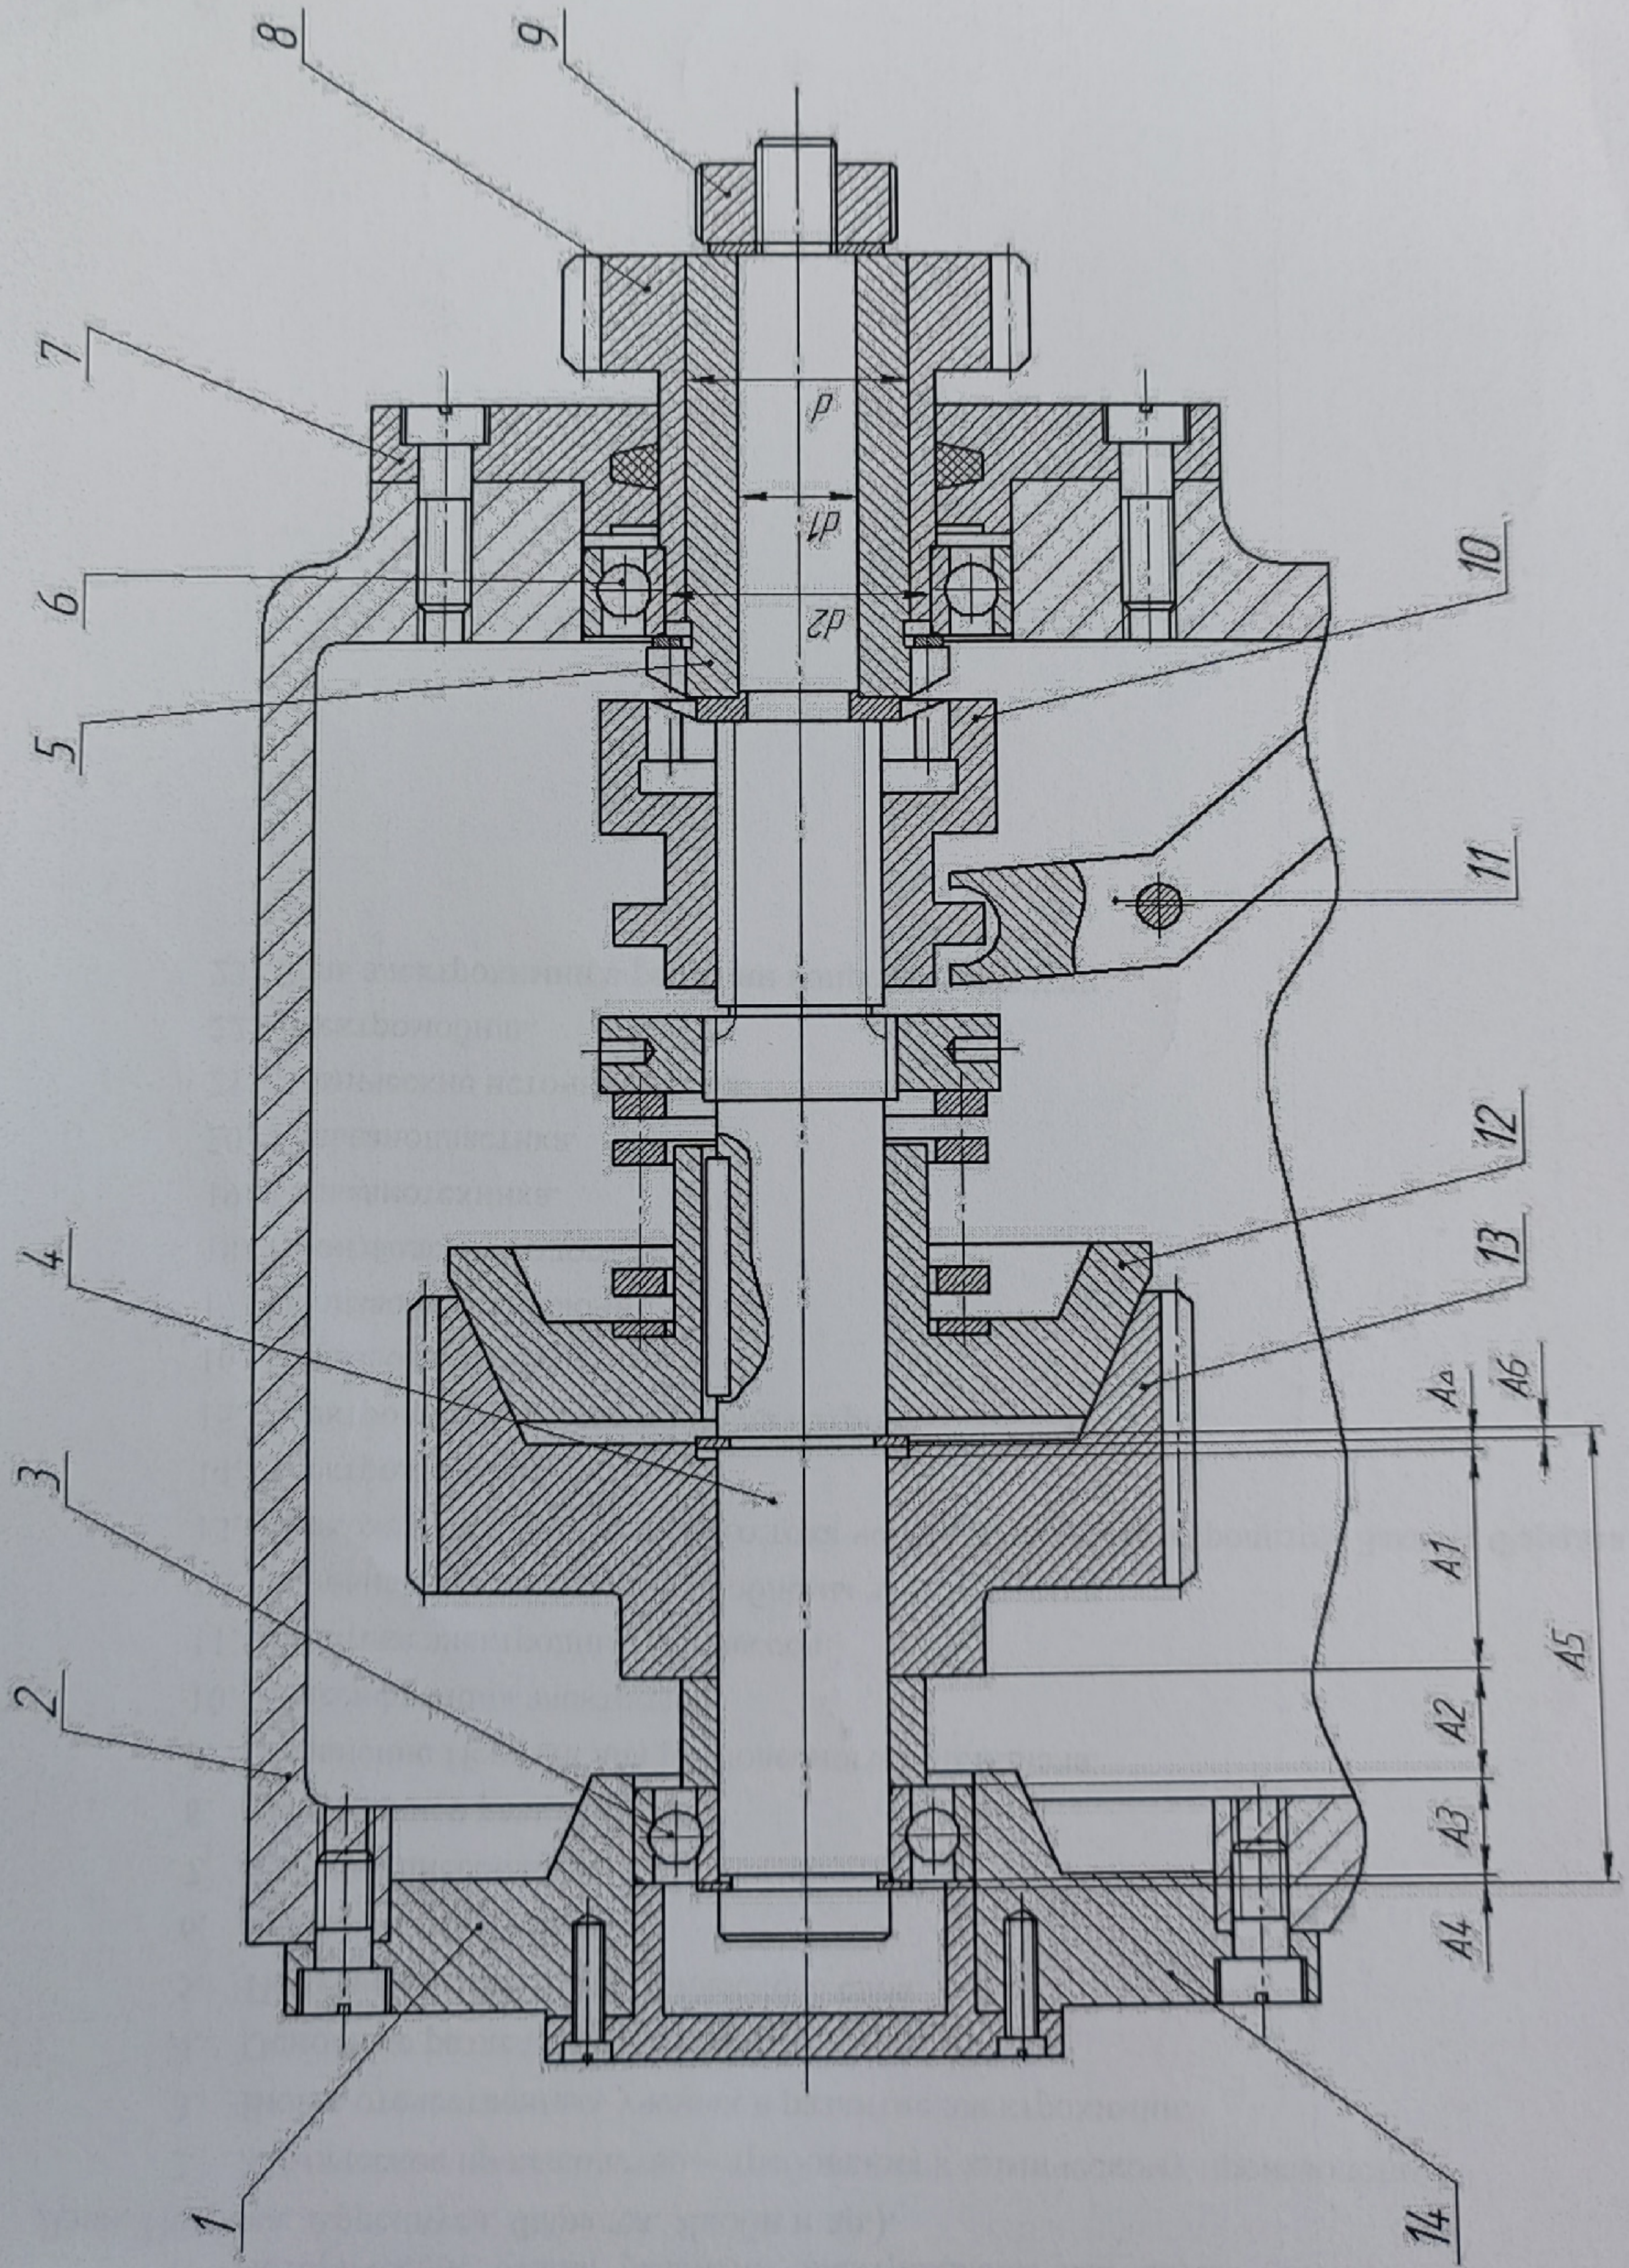

Рисунок 1 – Механизм включения передачи
1. Описание работы узла механизма включения передачи (рисунок 1).